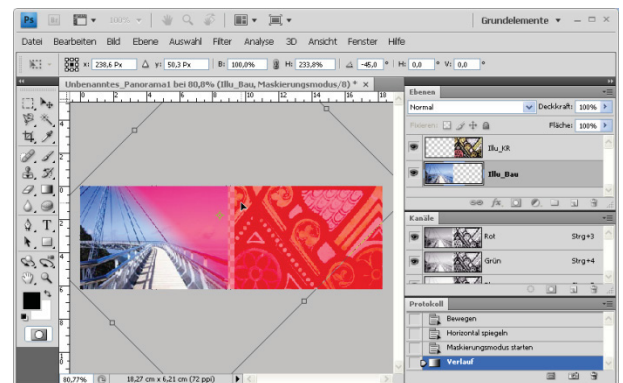

Abb. 11-90: Verlaufsmaske editieren
- Verlauf ändern: MM: W VERSCHIEBEN, TRANSFORMATIONENSTEUERUNG = *Ein* ► Das gestrichelte Rechteck, das den Bereich des Verlaufs umschließt, wird verschoben, skaliert oder gedreht, um Richtung und Größe der Verlaufsmaske zu ändern (Abb. 11-90). ► Mit Dkl wird die Transformation übernommen.